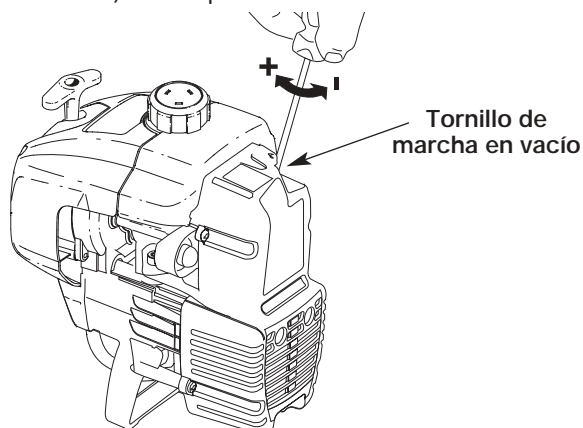

Fig. 43
La velocidad lenta del motor puede ser ajustada por la cubierta del silenciador / filtro de aire (Fig. 43).
2. Suelte el gatillo del regulador y deje que el motor funcione en marcha lenta. Si el motor se para, inserte un pequeño destornillador Phillips o de vástago plano en el orificio de la cubierta del silenciador / filtro de aire (Fig. 43). Gire el tornillo de marcha lenta en **sentido horario**, de a 1/8 de vuelta por vez (según sea necesario) hasta que el motor funciona en mínima.